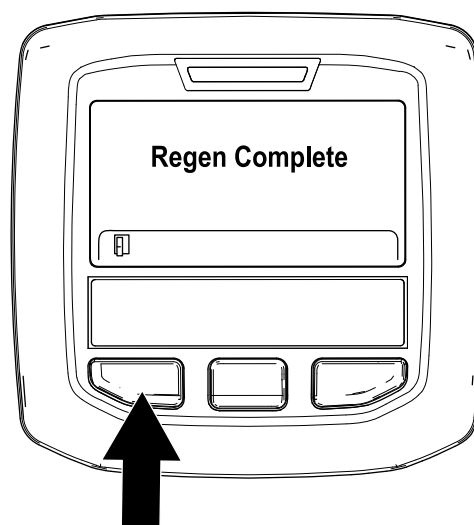

Figura 38
- La rigenerazione parcheggiata è completa quando nell'InfoCenter appare il messaggio "Rigen. completa". Premete il pulsante sinistro per uscire e tornare alla schermata Home (Figura 38).